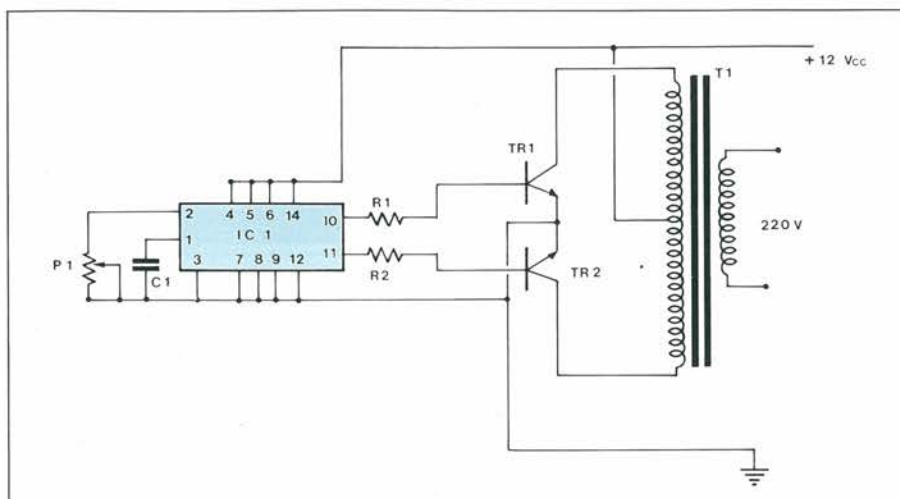

Figura 1. Lo schema elettrico dell'inverter tascabile. L'oscillatore è equipaggiato con un integrato CMOS.
**Il voltmetro digitale.** In figura 1 viene illustrato lo schermo elettrico completo della sezione digitale. Il principio di funzionamento è del tipo a doppia rampa e il convertitore A/D impiegato è ICL 7136 della Intensil. Questo tipo di contatore ha il vantaggio di non richiedere per il clock una precisione particolarmente
fine, e nel contempo di presentare un'ottima linearità e una notevole reiezione al rumore. Come si nota dalla figura 1 l'integrato ICI necessita soltanto di pochissimi componenti esterni. A differenza di altri integrati simili, il 7136 ha la base dei tempi incorporata ed è di facile programmazione dall'esterno per mezzo di un semplice sistema R/C collegato ai piedini 38, 39, 40; la base dei tempi determina il numero di letture al secondo.